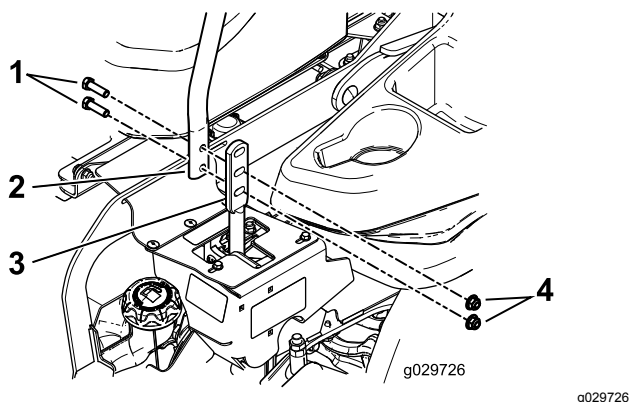

Figure 81
3. Desserrez les boulons et les écrous à embase situés dans les leviers (**Figure 81**).